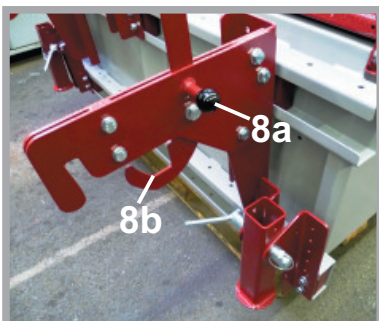

Abb. 7
- untere Anlenkpunkte in Flankhaken einrasten (8b) und wieder verriegeln (siehe Abb. 7)